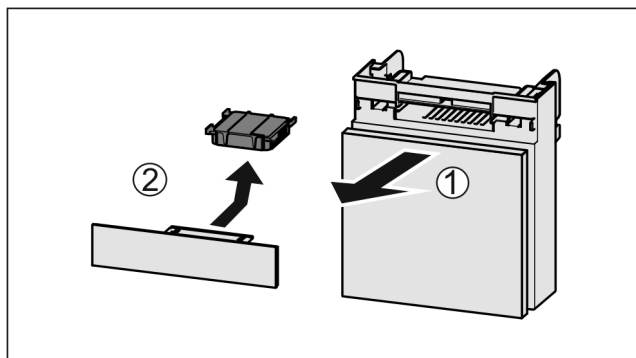

Fig. 120
- ▶ Zásuvku vytáhněte dopředu Fig. 120 (1).
- ▶ Filtr s aktivním uhlím vyjměte Fig. 120 (2).